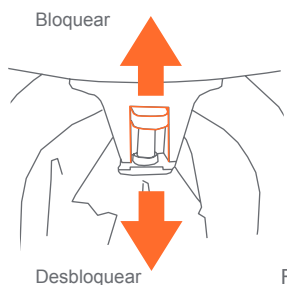

Fig. 14b
- Empuje la palanca rueda hacia arriba para enganchar el pestillo y empuje hacia abajo para desenganchar el mecanismo de bloqueo (Fig. 14b).